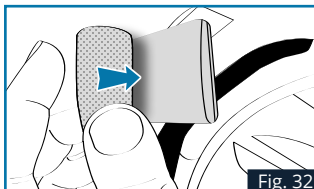

Fig. 32
3. Coller la mousse de calage présente dans votre kit **SENA FOR SHARK (Bluetooth ou Mesh)** à l'arrière de la batterie de votre Intercom Fig.32